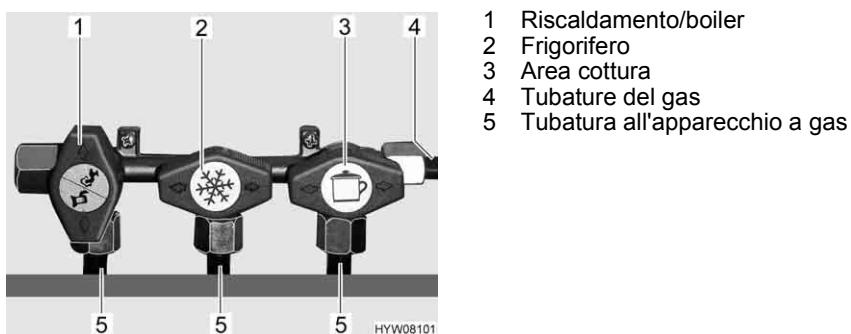

Fig. 71 Simboli dei rubinetti di arresto del gas
Nel veicolo, tutti gli apparecchi del gas sono dotati di un rubinetto di arresto del gas (Fig. 71).
- Posizionare il rubinetto di arresto del gas dell'apparecchio a gas corrispondente parallelamente (Fig. 71,1) alla tubatura (Fig. 71,5) che alimenta l'apparecchio a gas.
- Posizionare il rubinetto di arresto del gas dell'apparecchio a gas corrispondente trasversalmente (Fig. 71,2 e 3) alla tubatura (Fig. 71,5) che alimenta l'apparecchio a gas.